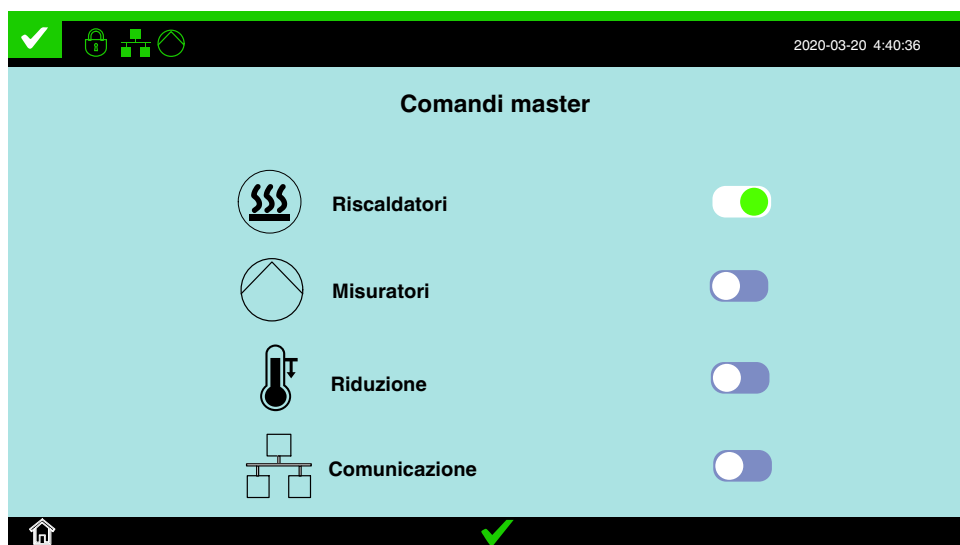

Figura 4-3 La schermata di visualizzazione dei Comandi Master
1. Sulla schermata **Home** toccare  per accedere alla visualizzazione Comandi master. Vedi figura 4-3.